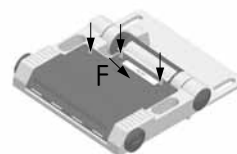

Fig. 4
6. De seguida aparafusar os 3 parafusos da tampa (Fig. 4) e apertar uniformemente com um binário de aperto de 0,6Nm